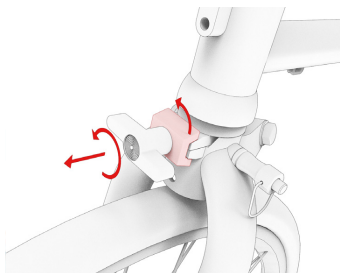

Abb. 2.1
- ① Öffnen Sie die Flügelmutter an der Gabelsicherung (gegen den Uhrzeigersinn) und drehen Sie die Sicherung um 90 Grad in vertikale Position (Abb. 2.1).